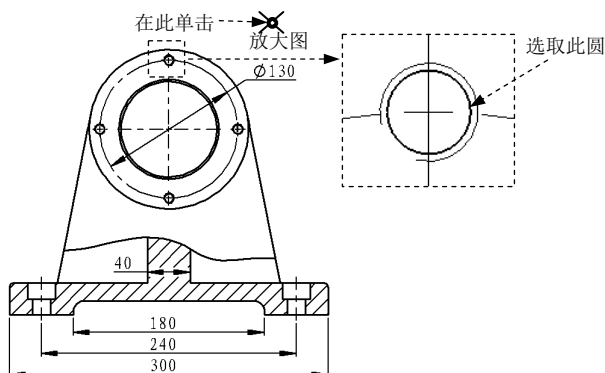

图 6.15.40 选取要标注的孔
- (1) 选择命令。选择下拉菜单 **插入(I)** → **注解(A)** → **孔标注(H)...** 命令。
- (2) 选取要标注的孔。在视图中选取图 6.15.40 所示的圆。
- (3) 放置异型孔向导信息。在图 6.15.40 所示位置放置孔标注。